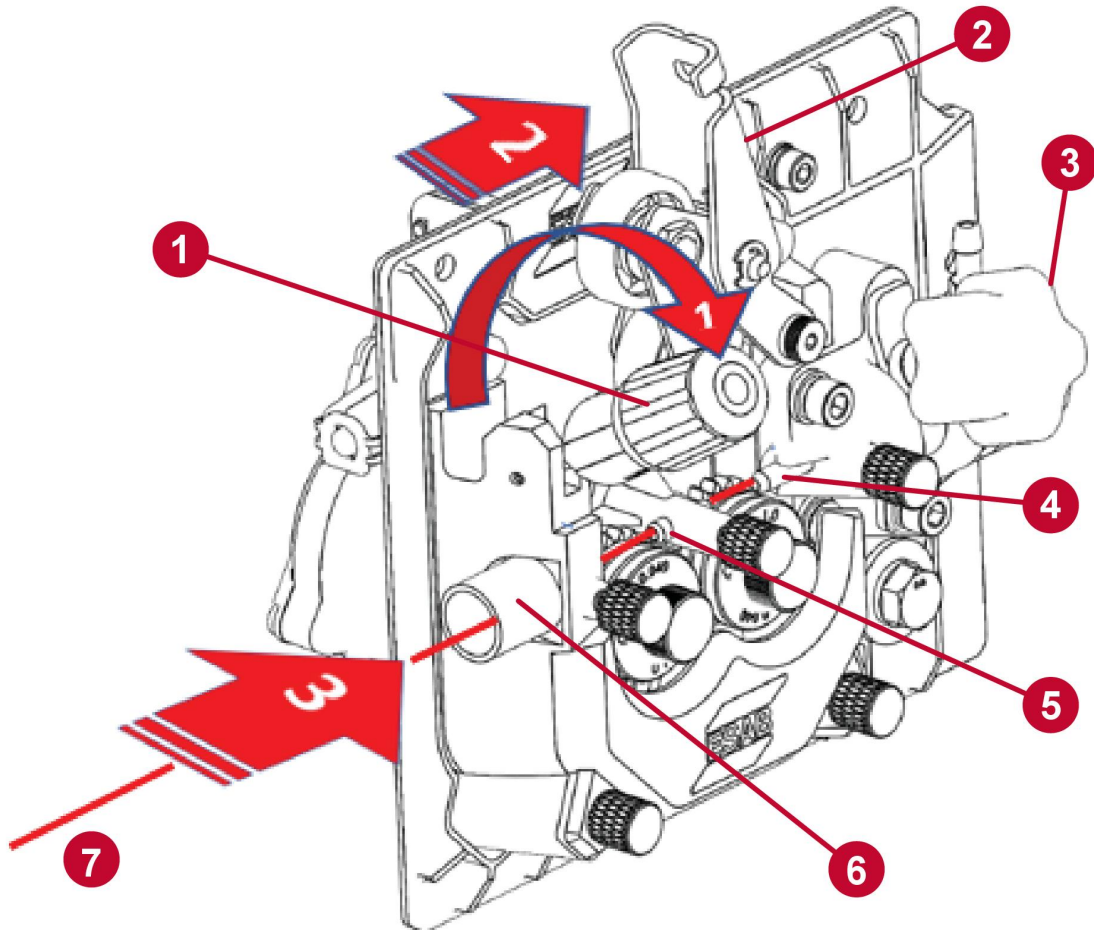

Figura 19. Mecanismo de alimentación de alambre
4. Para soltar el brazo tensor, suelte la perilla de tensión y tire de ella hasta sacarla de su retén girándola hacia usted (consulte (1) la Figura 19).